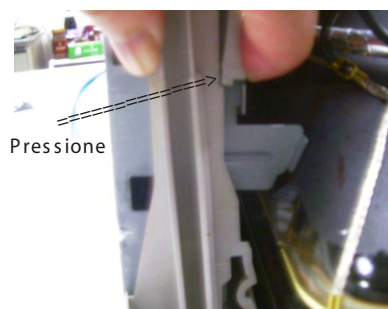

Fig. 10
- Remova o painel principal com a bandeja inferior como mostrado nas fig. 10 a 14.